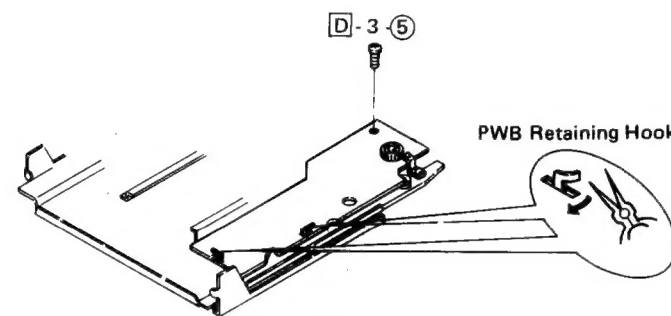

Figure 7-2
- (5) Remove one screws from the Junction P.W.B. and straighten its hooking part by using a needle nose Pinchers and take the Junction P.W.B. off. See Fig. 7-2.
- (5) Drei Schrauben von der Relais-Leiterplatte entfernen, ihren Hakenteil mit einer kleinen Zange geraderichten und die Relais-Leiterplatte abnehmen. Siehe Abb. 7-2.
- (5) Déposer les trois vis de la PMI du relais, redresser sa partie de crochetaje en utilisant de petites pinces et déposer la PMI du relais. Voir la Fig. 7-2.